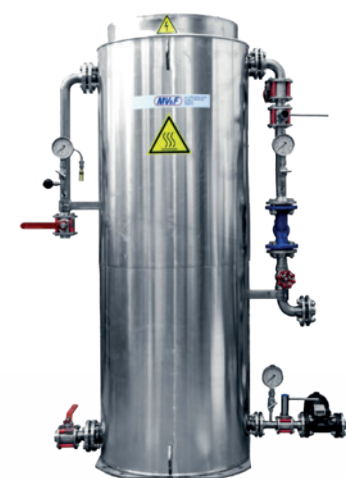

Рис. 3. Испаритель углекислоты с промежуточным теплоносителем производства MV&F
• Электрические испарители и нагреватели с промежуточным теплоносителем (Рис.3).